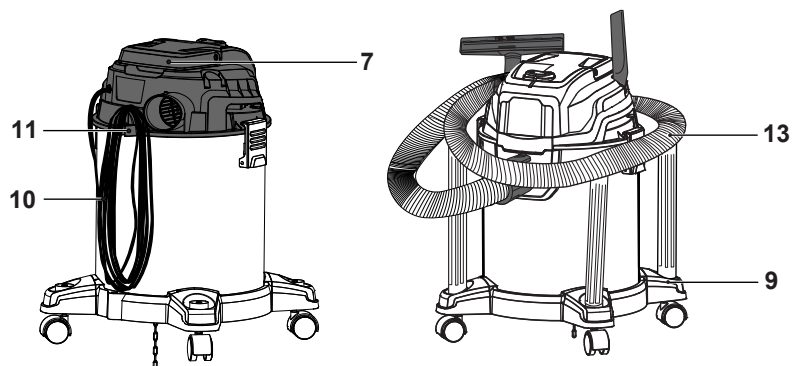

Fig. 24
- > Desconecte o respetivo acessório (15, 16), a mangueira (13) e o(s) tubo(s) de extensão (14), se necessário.
- > Para lavar o depósito, utilize água limpa ao invés de detergente. Não submerja o depósito (3) em água.
- > Assim que estiverem secos, recomendamos que coloque os acessórios no armazenamento de acessório (9) e guarde o cabo elétrico (10) no gancho (11) da unidade do motor (7) (Fig. 24).
- > Recomendamos que coloque os acessórios no armazenamento de acessório (9) e guarde o cabo elétrico (10) no gancho (11) da unidade do motor (7) (Fig. 24).